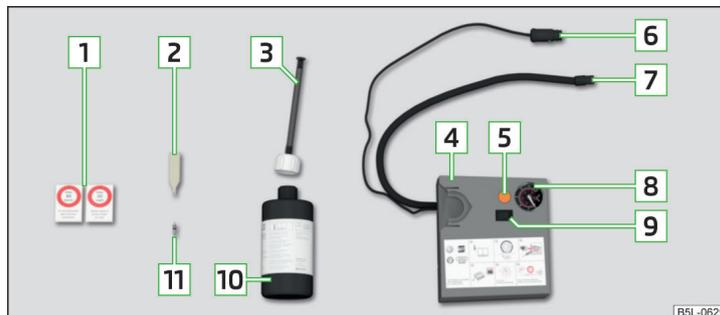

Abb. 137 Prinzipdarstellung: Bestandteile des Pannensets
Bestandteile des Sets » Abb. 137
- Den entsprechenden Aufkleber **[1]** » Abb. 137 auf Seite 167 auf die Schalttafel im Sichtfeld des Fahrers kleben.
- Die Reifenfüllflasche **[10]** » Abb. 137 auf Seite 167 einige Male kräftig hin und her schütteln.
- Den Reifenfüllschlauch **[7]** » Abb. 137 auf Seite 167 des Luftkompressors fest auf das Reifenventil schrauben.